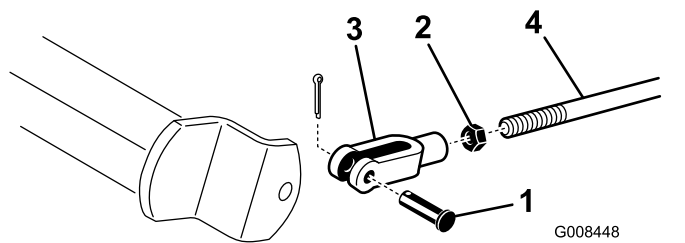

图45
A. 取下开口销和柱销，断开刹车杆（图45）。
- B. 松开锁紧螺母，并相应调节 U 形销（图45）。
- C. 将 U 形销装回刹车轴（图45）。